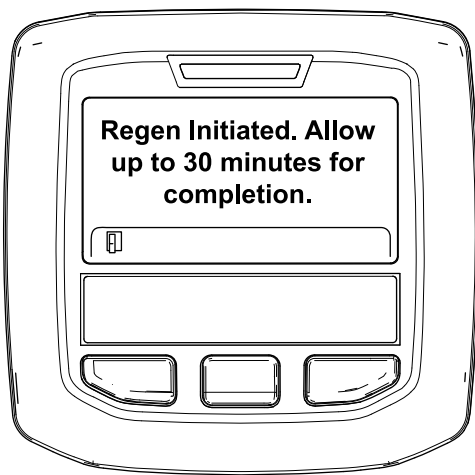

Bild 56
- Wenn die Regenerierung zugelassen wird, wird die Meldung „Regen. Initiated. Allow up to 30 minutes for completion“ im InfoCenter angezeigt. Warten Sie, bis die Maschine die geparkte Regenerierung abgeschlossen hat (Bild 56).